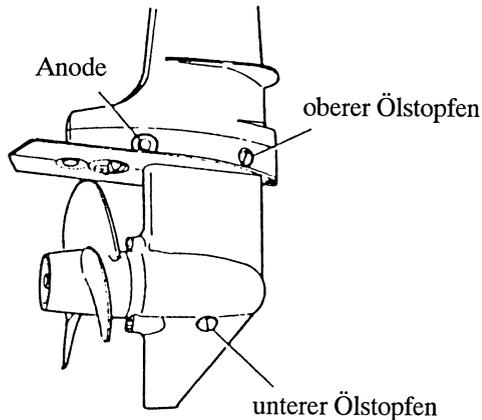

Abb. 28: altes Getriebeöl ablassen
- * Oberen und unteren Ölstopfen entfernen und Getriebeöl ablassen (Abb.28).